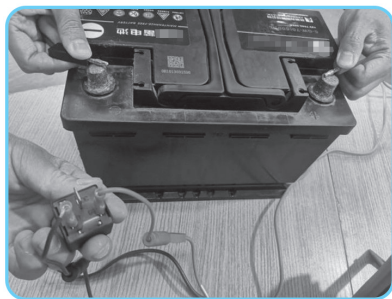

图 1-1-42 连接电源方法
①连接继电器的 86 端子到低压蓄电池正极,85 端子到低压蓄电池负极,连接电源方法如图 1-1-42 所示。